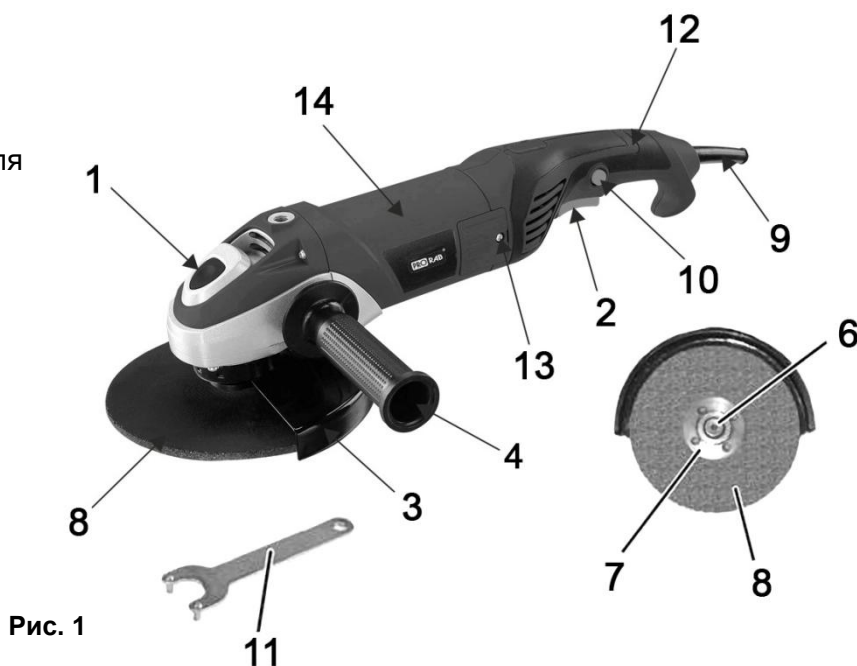

Рис. 1
- Удерживая нажатой кнопку фиксации шпинделя (1)(См. Рис.1), установите внутренний фланец (5) на шпиндель (6)(См. Рис.2).
- Установите новый, исправный отрезной или шлифовальный круг (8).
- Отпустите фиксатор шпинделя (1)(См. Рис.1) .
- Удерживая нажатой кнопку фиксации шпинделя (1)(См. Рис.1), отверните наружную фланцевую гайку (7)(См. Рис.2), идущим в комплекте фланцевым ключом (9)(См. Рис.1).
- **Для включения инструмента** - нажмите на кнопку блокировки пуска (10), и, не отпуская ее, нажмите на клавишу пускового выключателя (2)(См. Рис.1). Переведите ее в положение «ВКЛ» (ON).
- **Для выключения инструмента** - отпустите клавишу пускового выключателя (2)(См. Рис.1). Переведите ее в положение «ВЫКЛ» (OFF).